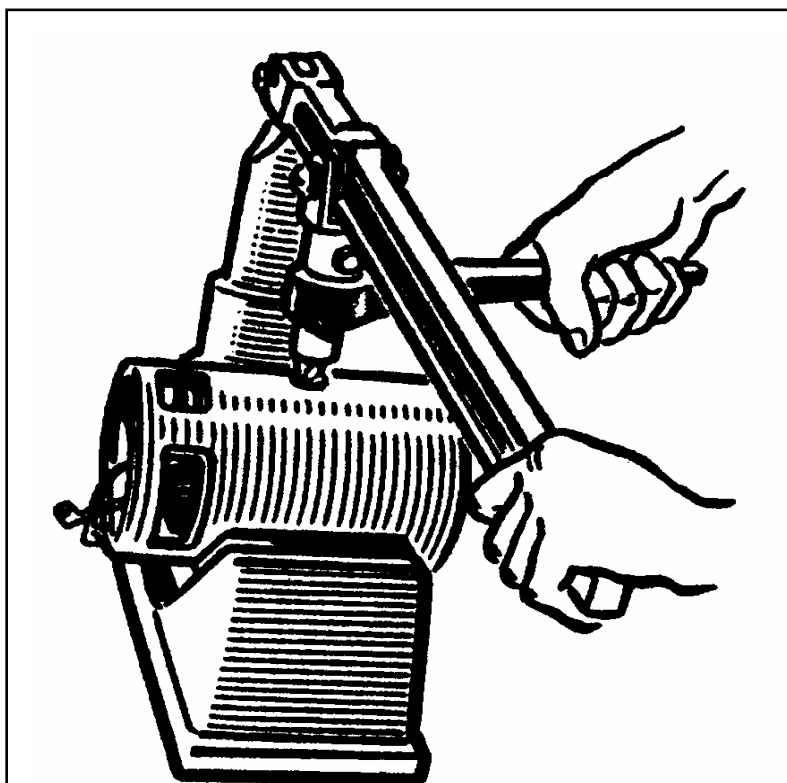

Рис. 6.17. Отвертывание винтов крепления полюсов стартера
- при необходимости отвернуть в специальном приспособлении винты крепления полюсов и снять обмотки возбуждения (рис. 6.17).
В этом случае необходимо занумеровать полюсы катушек, на специальном приспособлении отвернуть винты крепления полюсов (рис. 6.17) и снять обмотки возбуждения. Поврежденные места изоляции отремонтировать изоляционной лентой. После этого полюсы и катушки поставить на место. Винты полюсов закернить.